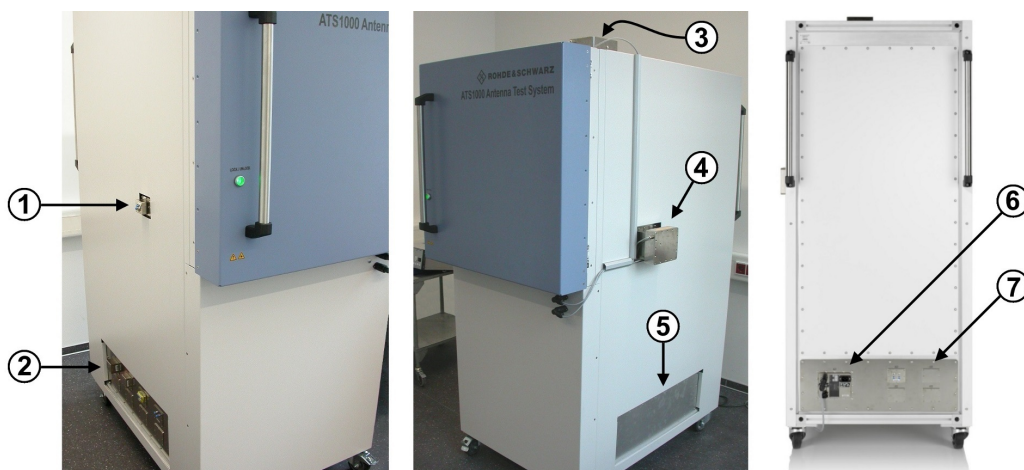

图 4-3: R&S ATS1000 左视图、右视图和后视图
[Laser] 按钮 (4) 用于开启或关闭屏蔽箱中的 DUT 校直激光，详情请参阅第 22 页 4.2 "DUT 校直激光"。此按钮位于两个激光盒的电源线连接器 (5) 旁边，详情请参阅图 4-3。
屏蔽箱右侧有一个外置盒（图 4-3 中标号 4）。此外置盒贴有 [A311] 标签，内含水平校直激光。注意，屏蔽箱壁上的激光开口不得用于安装馈通装置。
仅可由 Rohde & Schwarz 维修人员打开维修面板（图 4-3 中标号 5）。如果屏蔽箱中安装了用于在极端温度条件下进行 DUT 测试的 R&S ATS-TEMP 气候选项，则该选项的热/冷空气供气管和排气管将连接到右侧维修面板 (5)。
仅可由专家用户移除、安装或打开激光盒（图 4-3 中标号 3 和 4），以及相对于定位器轴校直激光。